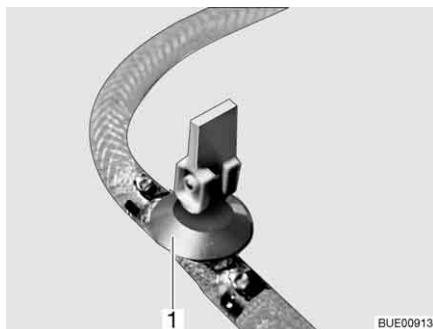
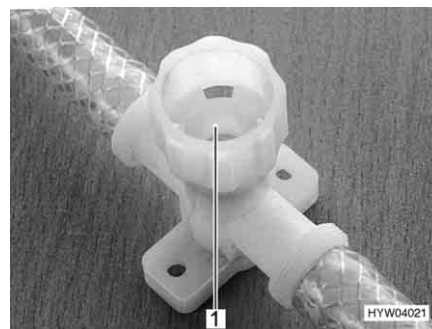

Bild 220 Ablasshahn (mit Kipphebel)
Bild 221 Ablasshahn (mit Drehkappe)
- Alle Ablasshähne schließen. Dazu den Kipphebel des Ablasshahns (Bild 220, 1) waagrecht stellen oder die Kappe des Ablasshahns (Bild 221, 1) im Uhrzeigersinn drehen.